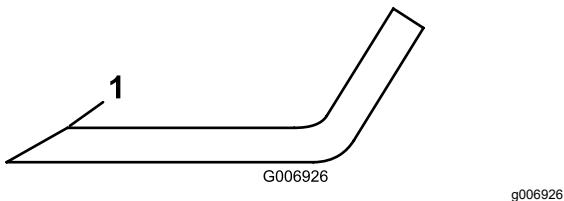

Figura 103
- 5. Controllate i taglienti di tutte le lame, e affilateli se fossero ottusi o scheggiati. Affilate soltanto la parte superiore del tagliente e mantenete l'angolo di taglio originale per garantire l'affilatezza (Figura 103).
- 6. Se smussato o scheggiato, affilate soltanto la parte superiore del tagliente e mantenete l'angolo di taglio originale (Figura 103).